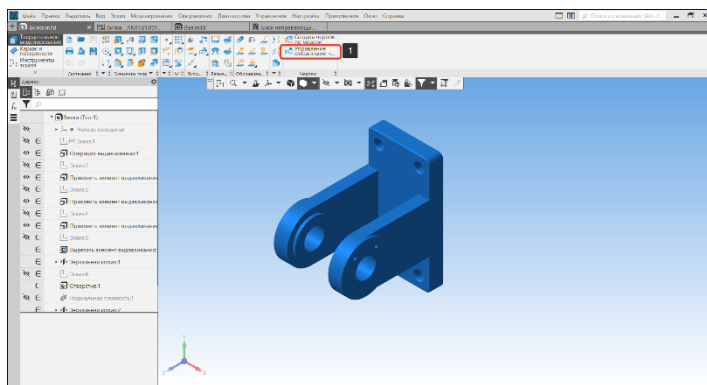

Рисунок 290 – Команда Управление связанными чертежами
- На панели Чертеж выберем команду Управление связанными чертежами/спецификацией (1) (Рисунок 290);